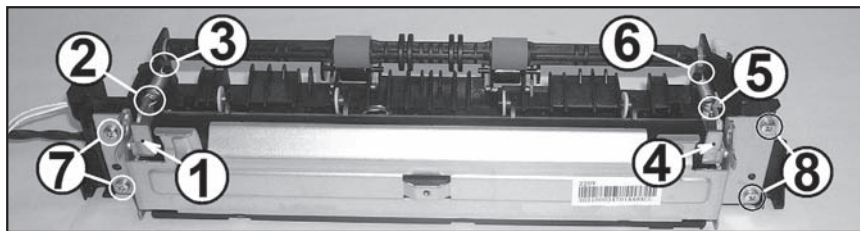

Рис. 40
10. Откручивают четыре винта 7, 8 (рис. 40) крепления первой и второй половин узла термозакрепления между собой. При откручивании винтов крепления удерживают узел в сборе.